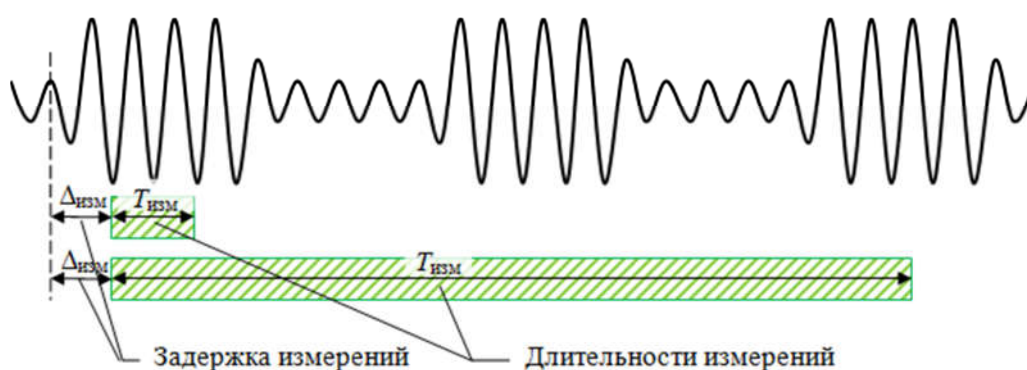

Рисунок 2.229 – Измерение в «импульсном» режиме
- «импульсный»¹⁾ режим измерения S-параметров за серию импульсов или в пределах одного импульса в зависимости от длительности радиоимпульса и времени измерения (рисунок 2.229);